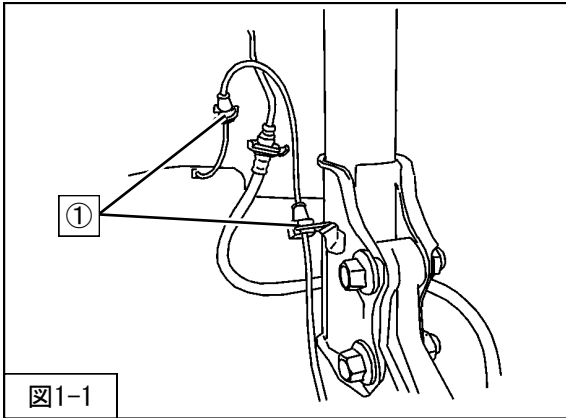

図1-1
2. ①ホイールセンサーのワイヤガイドラバーを取外してください。（図1-1）